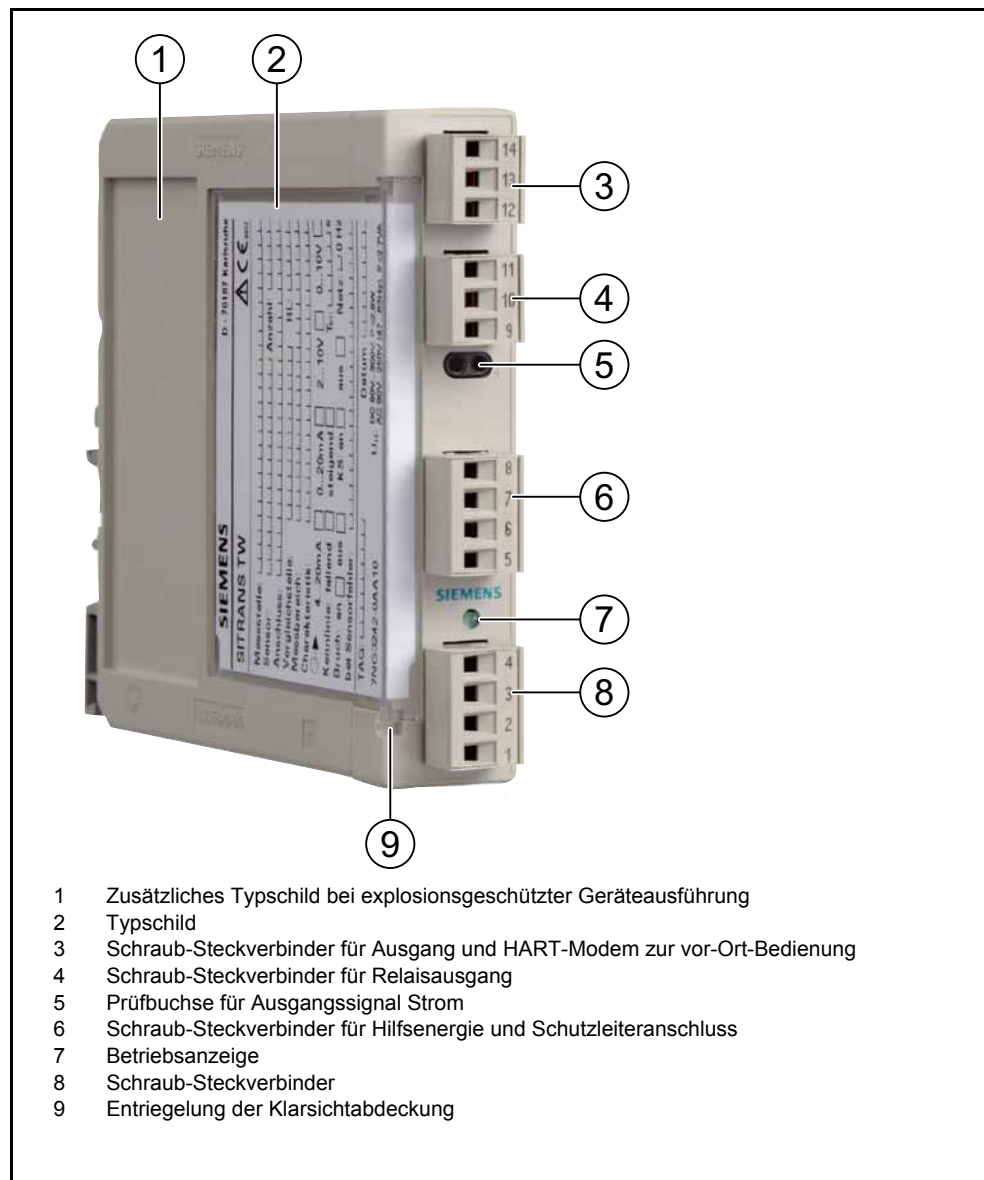
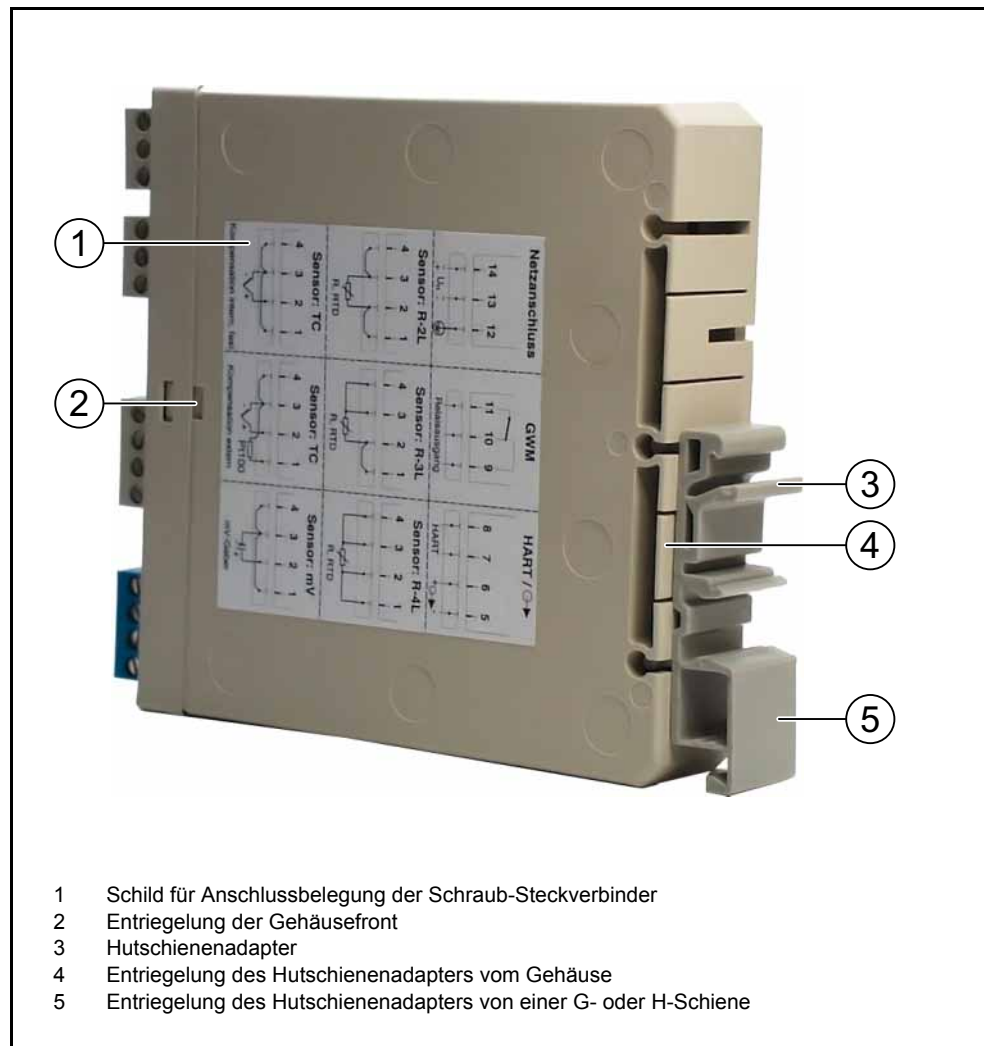

Bild 2 Geräteückansicht Messumformer SITRANS TW, 4-Leiter-Tragschienengerät
Bild 3 Geräterückansicht Messumformer SITRANS TW, 4-Leiter-Tragschienengerät
Der Aufbau des SITRANS TW, 4-Leiter-Tragschienengerät ist in Bild 2 und in Bild 3, Seite 10 dargestellt.
Die grüne Betriebsanzeige (5, Bild 2, Seite 9) dient zur Signalisierung folgender Betriebszustände:
- Die Prüfbuchse (6, Bild 2, Seite 9) dient bei Stromausgang zur Kontrolle des 0/4 bis 20-mA-Stromes mit einem Messgerät. Der Anschluss erfolgt über Prüfstecker 2 mm. Der Spannungsabfall am Strommesser darf dabei 0,3 V bei 23-mA-Ausgangsstrom nicht überschreiten.
- Befindet sich der Analogausgang im Modus Stromausgang 0 bis 20mA oder im Modus Spannungsausgang 0 bis 10 V, so ist für eine korrekte HART-Kommunikation bei 0 mA bzw. bei 0 V die Prüfbuchse (6, Bild 2, Seite 9) zu überbrücken. Ein entsprechender Kurzschlussstecker kann als Zubehörteil wie folgt bestellt werden:
Stromversorgung ausschalten. Schraub-Steckverbinder (1-4, Bild 2, Seite 9) ziehen. Hutschienenadapter (3, Bild 3, Seite 10) durch Drücken der Verriegelungszunge (4, Bild 3, Seite 10) entriegeln und seitlich herausschieben. Klarsichtabdeckung für Typschild mit den Betriebsdaten gemäß Kapitel 3.5.2, Seite 18 herausziehen. Gehäusefront entriegeln (2, Bild 3, Seite 10), Frontteil abziehen und Baugruppe herausziehen.
Klarsichtabdeckung für Typschild mit den Betriebsdaten (7, Bild 2, Seite 9) an der Stelle (9, Bild 2, Seite 9) mit einem kleinen Schraubendreher in Richtung Front anheben, bis sie auch auf der gegenüberliegenden Seite ausrastet, und herausziehen. Das eingelegte Typschild ist austauschbar. Unter diesem Typschild befindet sich auf dem Gehäuse ein Aufkleber mit den Grunddaten des Messumformers. Ein neues Betriebsdatentypschild an der entsprechend markierten Stelle falzen und dann in die Führung der Klarsichtabdeckung einlegen.
Nach dem Wiedereinschieben der Klarsichtabdeckung muss diese durch den Druck auf die Stelle (9, Bild 2, Seite 9) und auf die gegenüberliegende Seite einrasten.